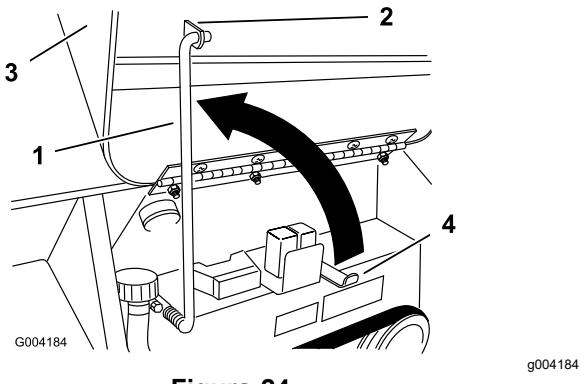

Figura 24
4. Suba la varilla de soporte y engáñchela en el soporte del capó (Figura 24).